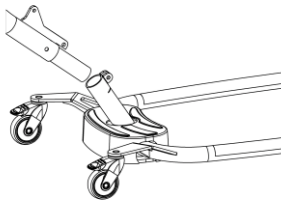

Fig. 1.6B
2. Monte el mástil/brazo de elevación en la base y ajuste el tornillo de mano. (Fig. 1.6B + 1.6C)